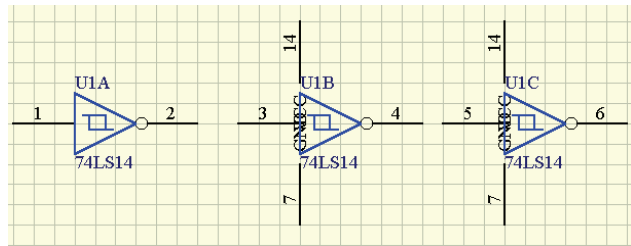

图 2-27 显示隐藏引脚
- “Hidden Pins”：用于设置是否显示隐藏的引脚，通常隐藏的引脚是不会显示在电路图上的。如果选中本项，隐藏的引脚将在电路图上显示出来，如图 2-27 所示。